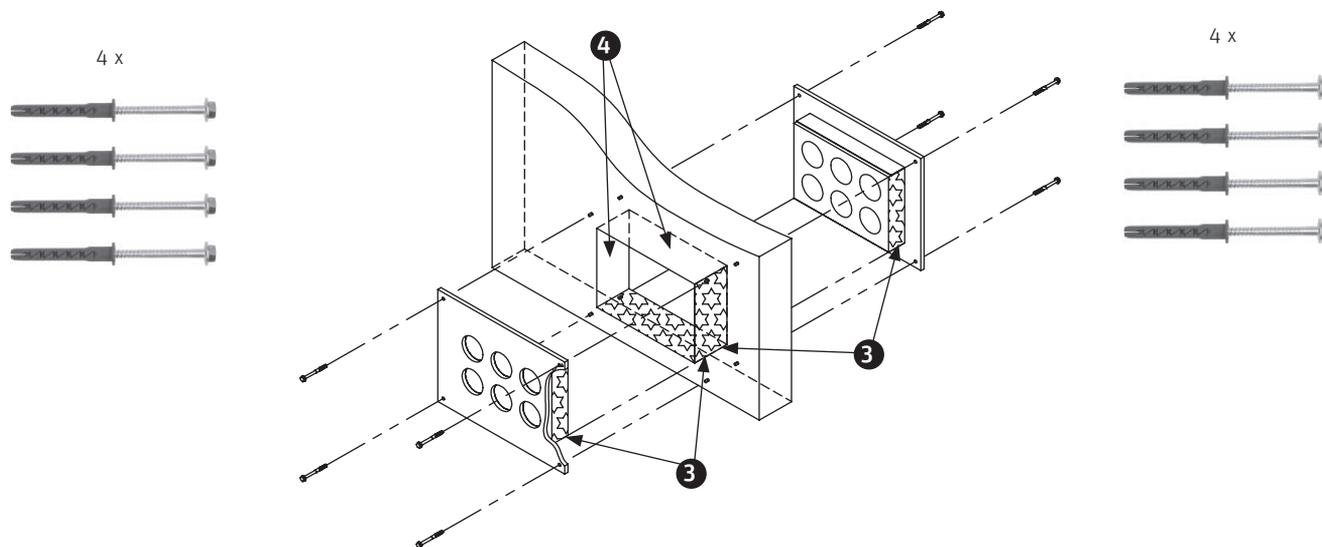

Fig. 31 Paratia antifiamma nella canalizzazione a muro
- ▶ Spingere entrambe le paratie antifiamma nella canalizzazione a muro – Fig. 31.
**IMPORTANTE:** I lati senza nastro di protezione antincendio devono essere a contatto con l'intradosso dell'apertura a parete; pertanto, spingere completamente le paratie antifiamma nell'angolo **3**. Il nastro di protezione antincendio viene quindi posizionato nella restante fessura contrapposta **4** – Fig. 31.
- ▶ Praticare i fori di fissaggio Ø8 mm (tassello F8) per la paratia antifiamma (utilizzare la paratia antifiamma come calibro di perforazione) – Fig. 31.
- ▶ Avvitare entrambe le paratie antifiamma con le viti a testa esagonale in dotazione con rondella pressata e tassello W-UR 8 – Fig. 31.